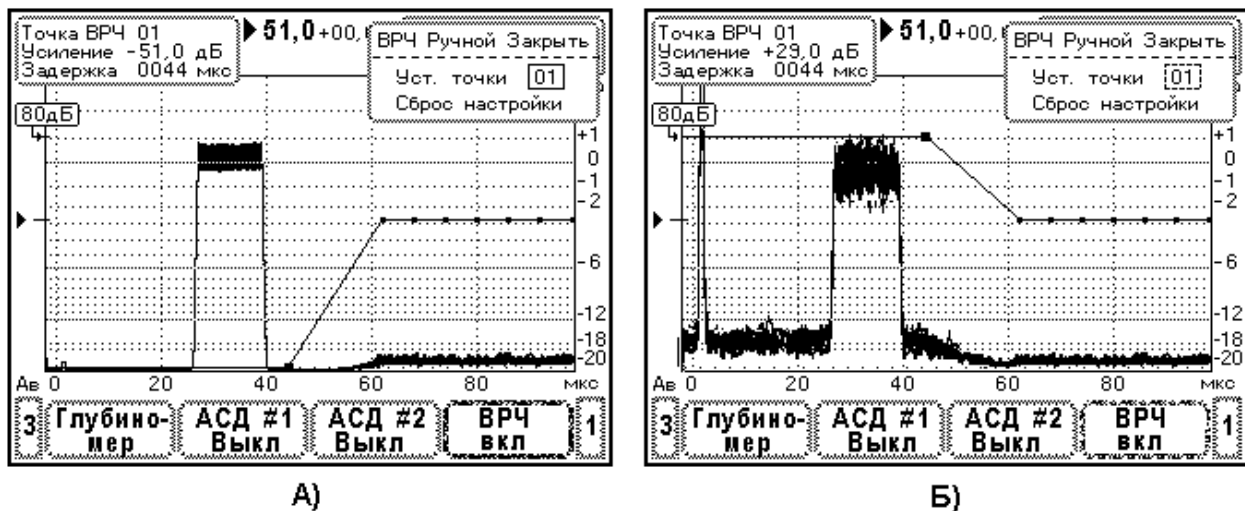

Рис.10.6.8.1. Вид тест-сигнала на экране дефектоскопа при определении динамического диапазона ВРЧ.
3. Включите систему ВРЧ дефектоскопа. В меню «Настройка» - «ВРЧ» в верхнем элементе установите «ВКЛ», затем в нижнем элементе меню выберите стиль ВРЧ «Ручной» и перейдите в режим редактирования кривой ВРЧ. Вид меню показан на Рис.10.6.8.1. Далее удалите действующую настройку ВРЧ путем выбора элемента меню «Сброс настройки». В результате коррекция усиления во всех точках ВРЧ устанавливается в ноль. Точки ВРЧ группируются в пределах экрана прибора. Если необходимо, с помощью образцового аттенюатора проведите подстройку амплитуды тест-сигнала на уровень 0дБ по экрану.
в точке ВРЧ 01. Затем, изменяя ослабление образцового аттенюатора, установите амплитуду тест-сигнала на уровень 0дБ по экрану. Вид экрана дефектоскопа после выполнения указанных операций представлен на Рис.10.6.8.1.А. Зафиксируйте ослабление образцового аттенюатора K_n [дБ].
5. Определение верхней границы динамического диапазона ВРЧ. Увеличивайте до предела усиление в точке ВРЧ 01. Затем, изменяя ослабление образцового аттенюатора, установите амплитуду тест-сигнала на уровень 0дБ по экрану (Рис.10.6.8.1.Б). Зафиксируйте ослабление образцового аттенюатора K_v [дБ].